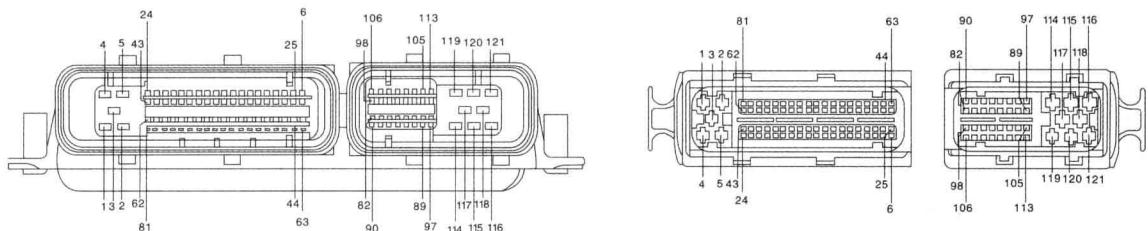

图 1-1-2 3.0L BBJ 动机电控单元
(1) 动机电控单元 T81a 如图 1-1-2 所示, 其针脚功能表见表 1-1-5。
(2) 发动机电控单元 T121a 如图 1-1-2 所示, 其针脚功能表见表 1-1-6。